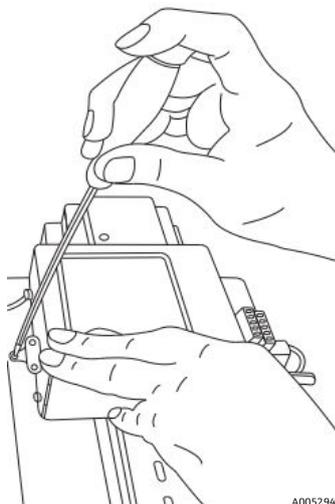

Figura 78. Scollegare il modulo elettro-ottico dalla guida DIN
6. Con il cacciavite, premere verso il basso sull'estensione della fascetta e allontanarla spingendo dalla parte superiore del modulo. Vedere Figura 78. Il modulo ottico dovrebbe quindi sganciarsi.